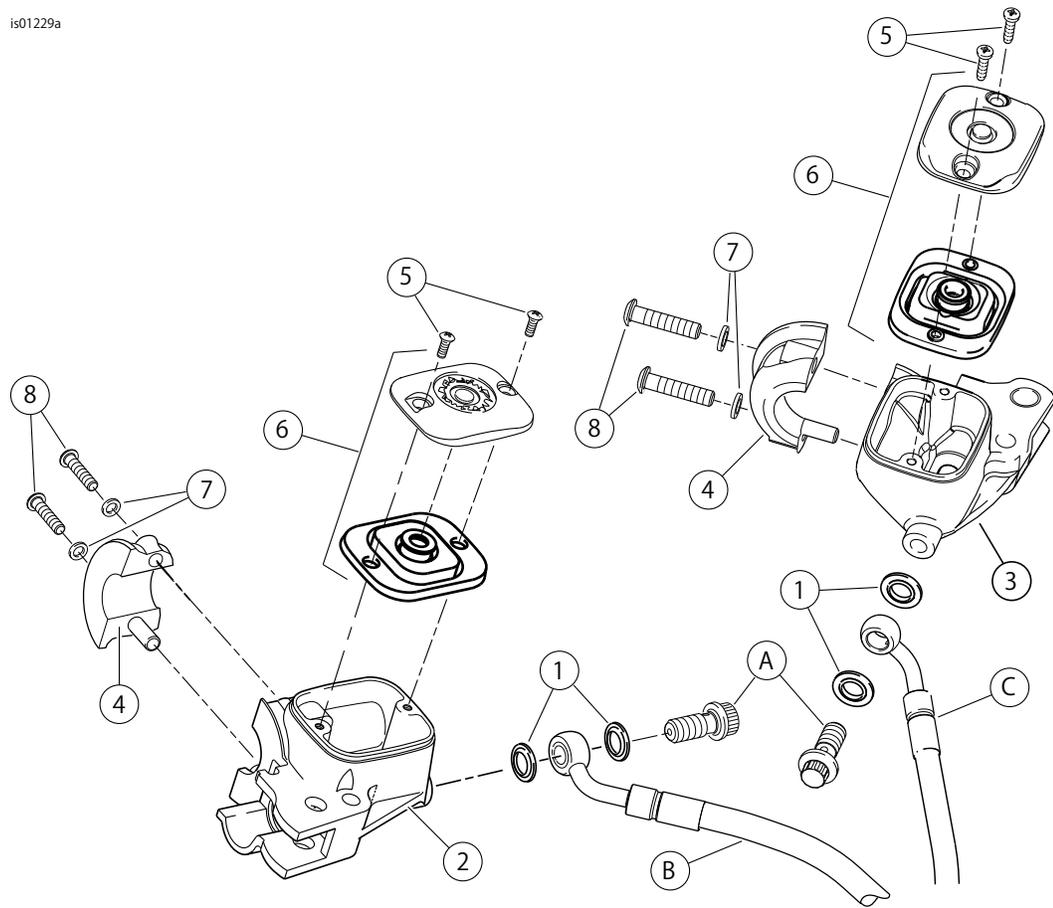

図11。交換用パーツ：Chrome Master Cylinder Reservoir Kit (クロームマスターシリンダーリザーバーキット)
- 「図11」を参照してください。キットから新品のブレーキマスターシリンダー/リザーバー(2)ハウジングを取り出します。新しいマスターシリンダーハウジング、カバー、カバーガスケットを、変性アルコールまたはサービスマニュアルで指定しているグレードのブレーキフルードで洗浄します。必要に応じて交換します。ミネラルオイルまたはその他の溶液と混ぜないでください。清潔で糸屑のない布で拭いて乾かします。
6. 「図11」を参照してください。ハンドルパークランプ(4)の穴をマスターシリンダーアッセンブリーの穴に合わせ、スクリュー(8)と平ワッシャー(7)で取り付けます。ライダーの好みに合わせて位置を決めます。頂部のスクリューから始めて、スクリューを締め付けます。
8. 「図11」を参照してください。キットからバンジョーボルトと2本の新品のステンレス/ラバーワッシャー(1)を取り出します。油圧ラインを、ラインの両面にあるバンジョーボルトとワッシャーを使って、マスターシリンダーアッセンブリーに取り付けます。バンジョーボルトを締め付けます。
「図11」および「表1」を参照してください。